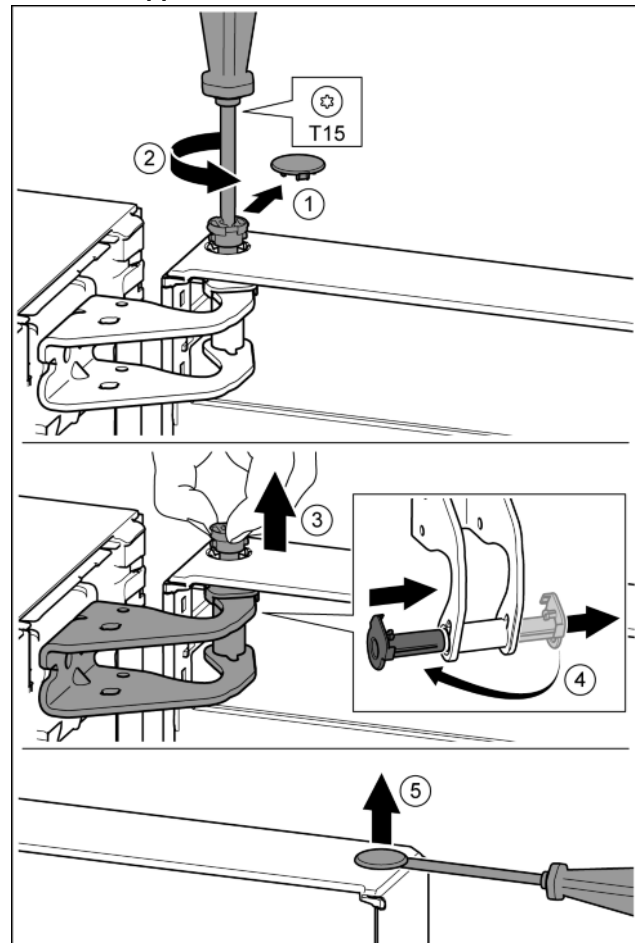

Fig. 12
- ▶ Enlever délicatement le cache de sécurité. *Fig. 12 (1)*
- ▶ Dévisser légèrement le boulon avec un tournevis T15. *Fig. 12 (2)*
- ▶ Tenir fermement la porte et sortir le boulon avec les doigts. *Fig. 12 (3)*
- ▶ Tirer la douille de palier en dehors du guide. La mettre de l'autre côté et l'enclencher. *Fig. 12 (4)*
- ▶ Soulever délicatement le bouchon en dehors de la douille de palier de porte avec un tournevis plat et le sortir. *Fig. 12 (5)*